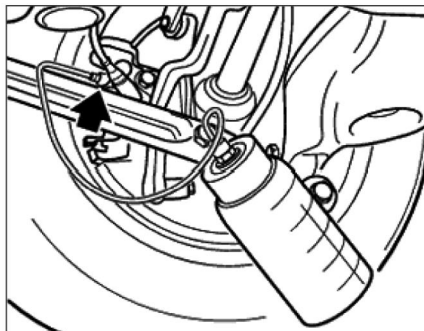

Рис. 2.38. Приемный сосуд
- Залить в резервуар свежую тормозную жидкость до отметки «MAX». Установить на штуцер прокачки правого заднего тормозного механизма прозрачный шланг (рис. 2.38) и опустить его в приемную емкость (сосуд, банку) на одну треть заполненную тормозной жидкостью так, чтобы шланг был постоянно погружен в жидкость.